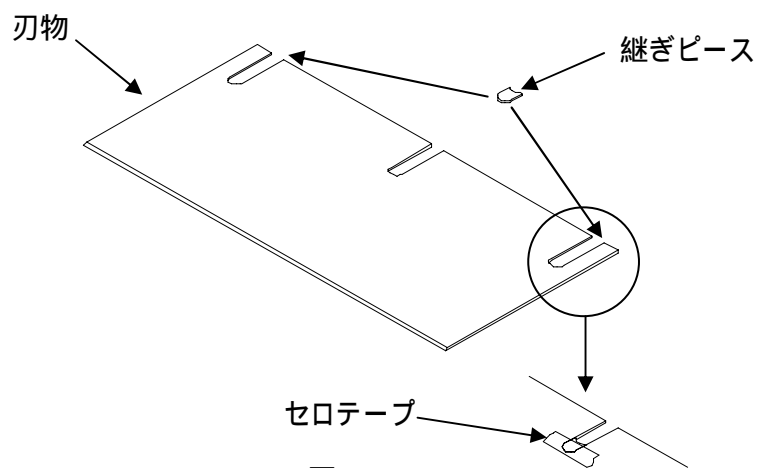

図16
- [1] 摩耗して短くなった刃物は継ぎピースをセロハンテープ等で刃物に固定して使用して下さい。(図16参照)